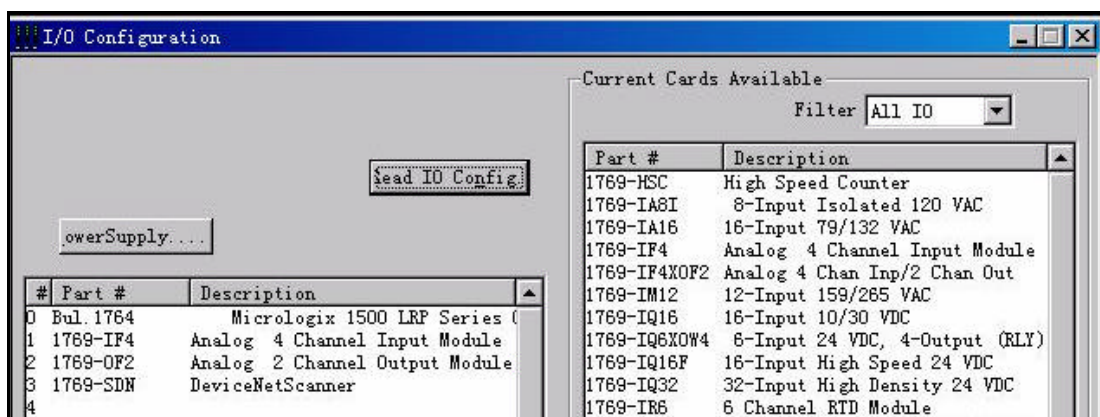

图 3-133 IO 组态完成
(9) 单击 Read IO Config. (读取 I/O 组态信息) 按钮，则处理器自动读取当前背板型号，已连接的输入输出模块及相应参数，如图 3-133 所示：